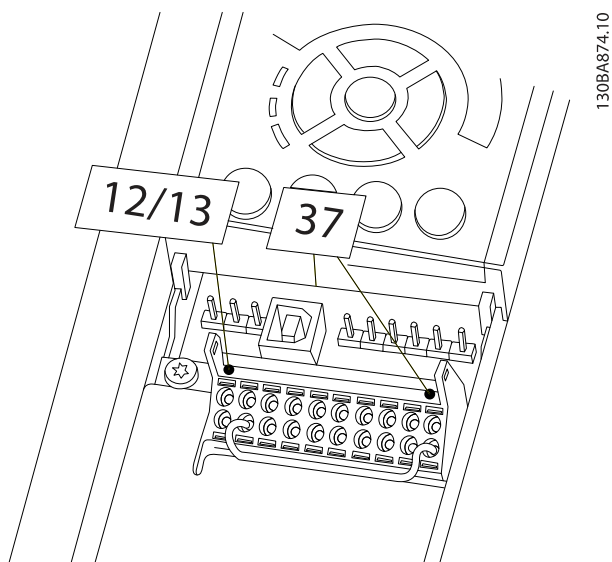

图 2.20 端子 12/13（24 V）与 37 之间的跳线
- 取下端子 37 同 12 或 13 之间的跳线。仅断开该跳线还不足以避免短路。（请参阅图 2.20 中的跳线。）
当 LCP 底部的状态行显示“自动 远程 惯性停车”或“报警 60 外部互锁”时，即表明设备已做好运行准备，只不过缺少端子 27 上的输入信号。有关详细信息，请参阅图 2.20。